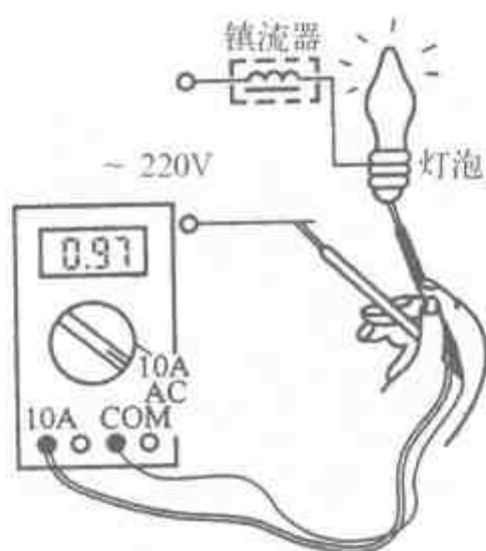

图 1-23 用数字万用表测量交流电流
(1) 当万用表出现显示不准或显示值跳变等异常情况时,可先检查表内 9V 电池是否失效,若电池良好,则表内电路有故障,应检修。
(2) 直流电压的测量。将量程开关有黑线的一端拨至“DC V”范围内的适当量程挡,黑表笔接入“COM”插口,红表笔插入“V· Ω ”插口。将电源开关拨至“ON”,红表笔接触被测电压的正极,黑表笔接负极,显示屏上便显示测量值。如果显示是“1”,则说明量程选得太小,应将量程开关拨向较大一级电压挡;如果显示的是一个负数,则说明表笔插反了,应更正过来。量程开关置于 $\times 200\text{m}$ 挡,显示值以“mV”为单位,其余四挡以“V”为单位。
(3) 交流电压的测量。将量程开关拨至“AC V”范围内适当量程挡,表笔接法同上,其测量方法与测量直流电压相同。
(4) 直流电流的测量。将量程开关拨至“DC A”范围内适当的量程挡,黑表笔插入“COM”插孔,红表笔根据估计的被测电流的大小插入相应的“mA”或“10A”插口,使仪表与被测电路串联,注意表笔的极性,接通表内电源,显示器便显示直流电流值。显示器显示的数值,其单位与量程开关拨至的相应挡的单位有关。若量程开关置于 200m、20m、2m 三挡时,则显示值以“mA”为单位;若置于 200 μ 挡,则显示值以“ μA ”为单位;若置于 10A 挡,显示值以“A”为单位。
(5) 交流电流的测量。将量程开关拨到“AC A”范围内适当的量程挡,黑表笔插入“COM”插孔,红表笔也按量程不同插入“mA”或“10A”插口,表与被测电路串联,表笔不分正负,显示器便显示交流电流值。如图 1-23 所示。
(6) 电阻的测量。将量程开关拨到“ Ω ”范围内适当的量程挡,红表笔插入“V· Ω ”插口,黑表笔插入“COM”插孔,两表笔分别接触电阻两端,显示器便显示电阻值。量程开关置于